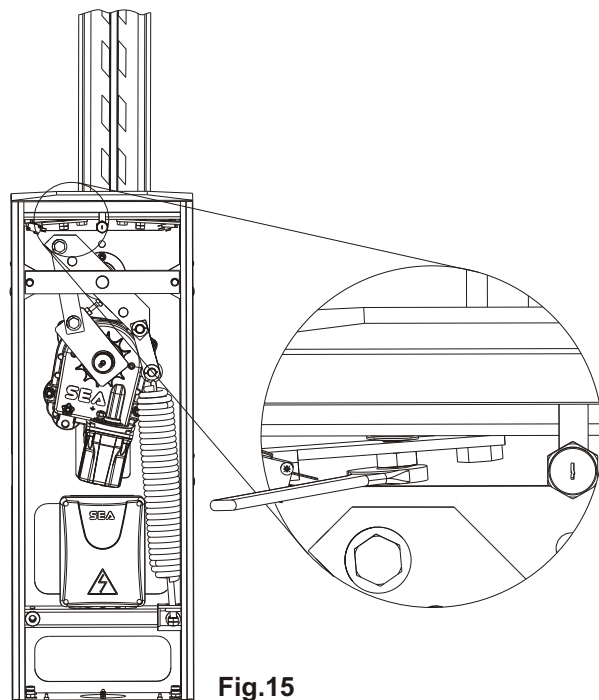

Fig. 15
- Desbloquear los tornillos del final de carrera destornillando las tuercas de ajuste apretadas sobre el final de carrera (Fig. 15).
- Destornillar o atornillar los tornillos de final para fijar el mástil en posición vertical en la abertura, y en posición perfectamente horizontal en el cierre (Fig. 15).